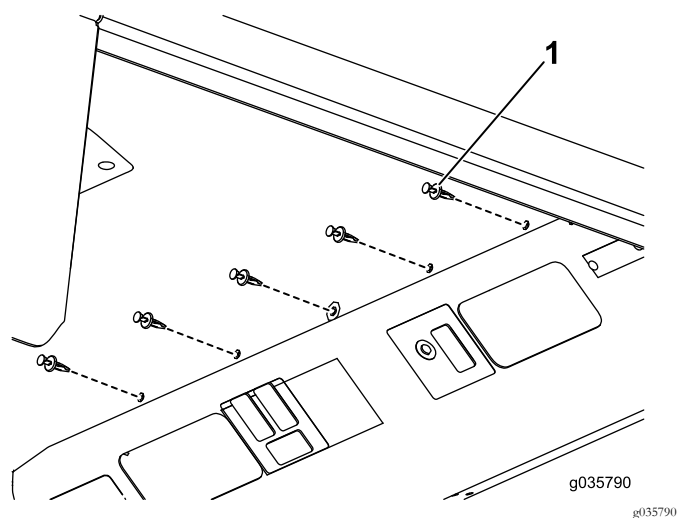

図 5
3. リベット10本で、シーリングアセンブリを機体に固定する 図 5。